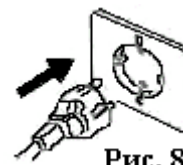
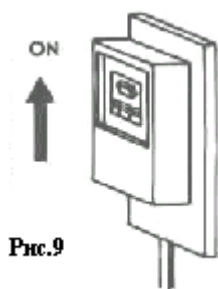

Рис. 8
Рис.9
- воткните вилку в розетку (рис. 8), включите электропитание посредством включения установленной фазы (рис.9)